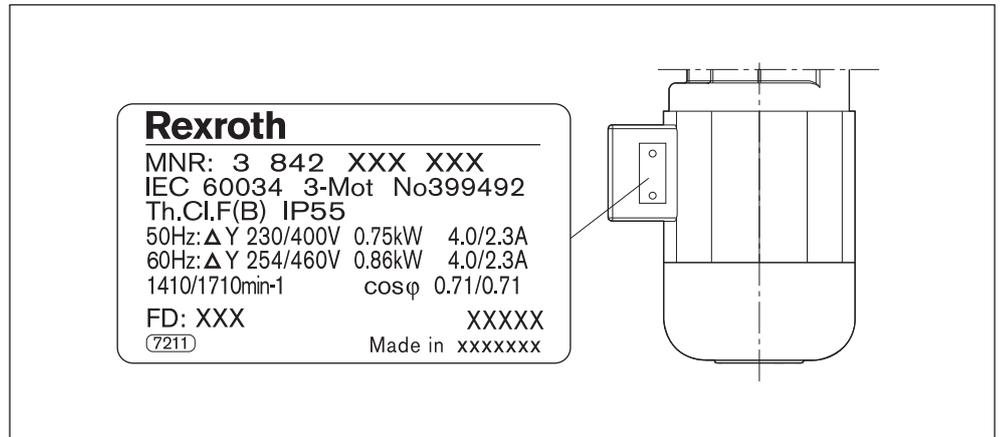

图 161: 电机铭牌 (示例)
- 根据接线图星型连接或三角连接电机，见图 161 (第 173 页) 和接线箱上的接线图。
- 为了更改电机的旋转方向，调换两根任意的电线 (U1、V1 或 W1，见图 161 (第 173 页))。